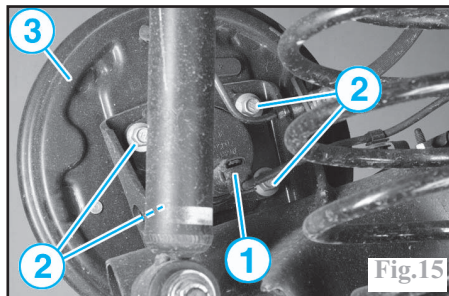

Fig.15
À l'arrière et au centre du moyeu, débrancher le connecteur (1) du capteur de vitesse de roue (Fig.15).